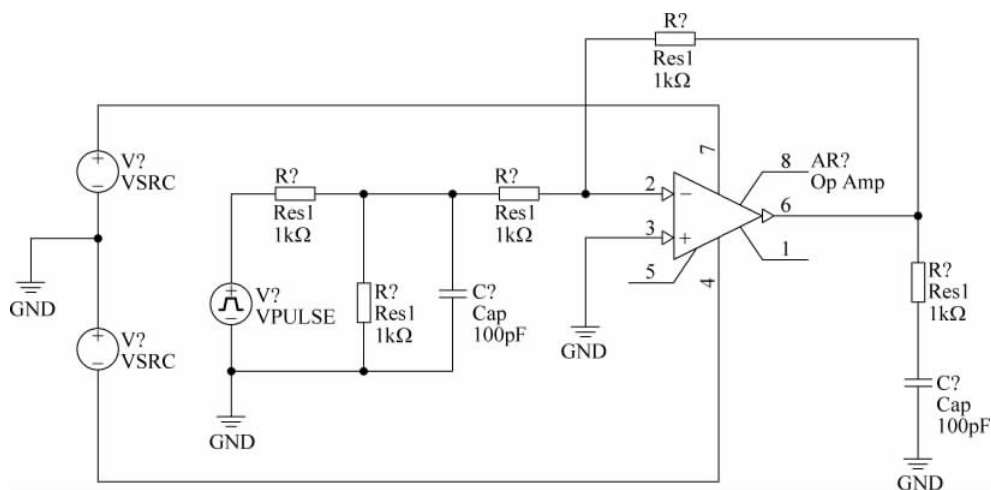

图 3-38 连接电路元器件和信号源
- (4) 单击 AD 主界面下工具栏内的连线按钮,将这些元器件和信号源按照如图 3-38 所示的方式进行连接。